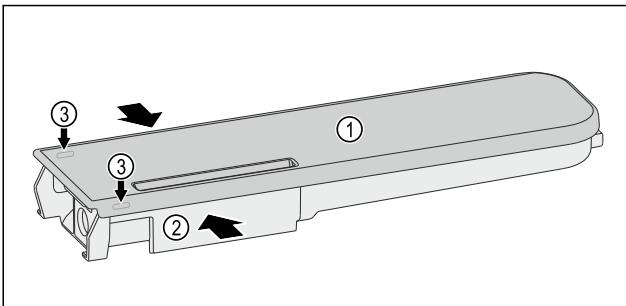

Fig. 130
- Wasserbehälter Fig. 130 (2) zusammendrücken und Deckel Fig. 130 (1) vorsichtig über die Rastnasen Fig. 130 (3) heben und hochziehen.
- Deckel Fig. 130 (1) leicht hin- und herbewegen und nach oben entnehmen.